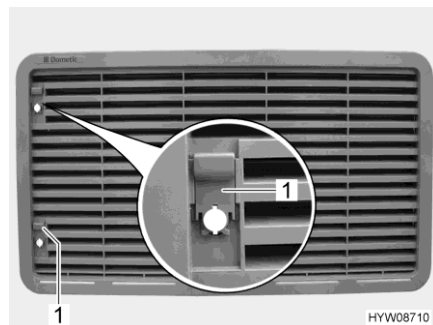

Fig. 195 Grille d'aération du réfrigérateur
- Pousser le curseur (Fig. 195,1) vers le haut.